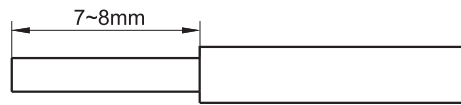
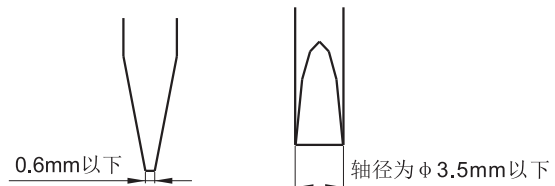
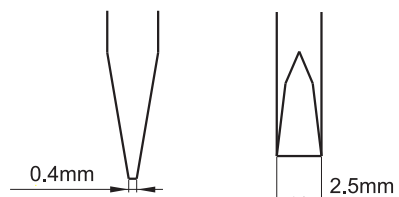

图1
图2
图3
导线前端需剥去7mm~8mm的绝缘保护层,如图1所示。请务必按此尺寸使用。
- 接线时，请使用如图2所示的螺丝刀：
- 一字型螺丝刀：见图2
接线时，请使用如图3所示螺丝刀。
将继电器插座防脱卡簧呈现于打开状态(详见图1)，将继电器对准插座主体型腔(详见图2)。然后逆时针扳动防脱卡扣，同时轻轻下压继电器，直至继电器完全装入插座(详见图3)。
(图1)
(图2)
(图3)